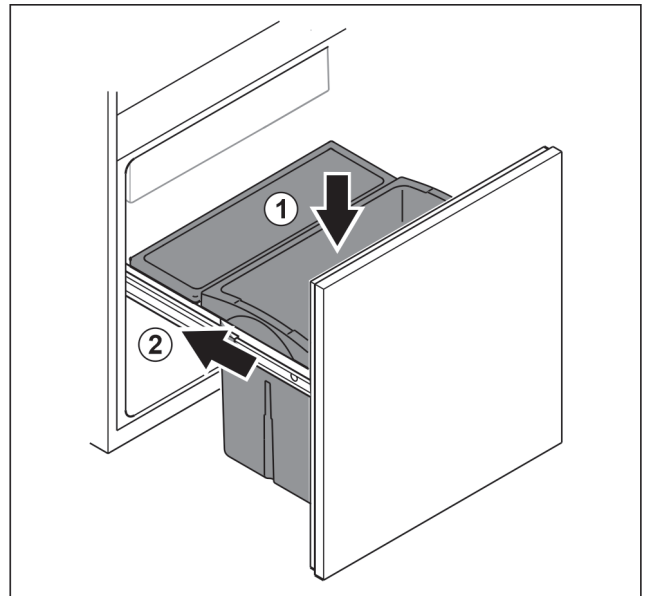

Fig. 104
- Inserire il cassetto dall'alto. Fig. 104 (1)
- Inserire il carrello spingendolo. Fig. 104 (2)